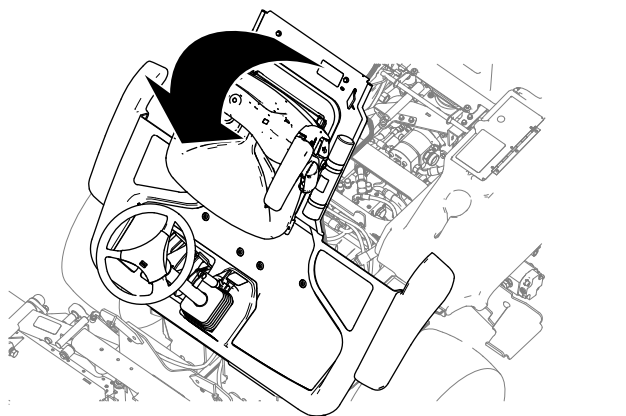

Bild 49
2. Klappen Sie die Plattform hoch (Bild 49).